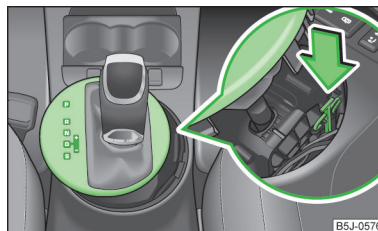

Fig. 91
- Poussez la pièce en plastique jaune avec un doigt dans le sens de la flèche » *fig. 91*.